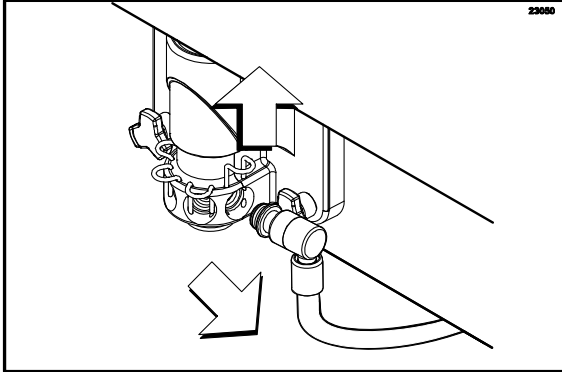

Figura 54
9. Remova as linhas de xarope da porta da máquina. (Veja a Figura 54.)